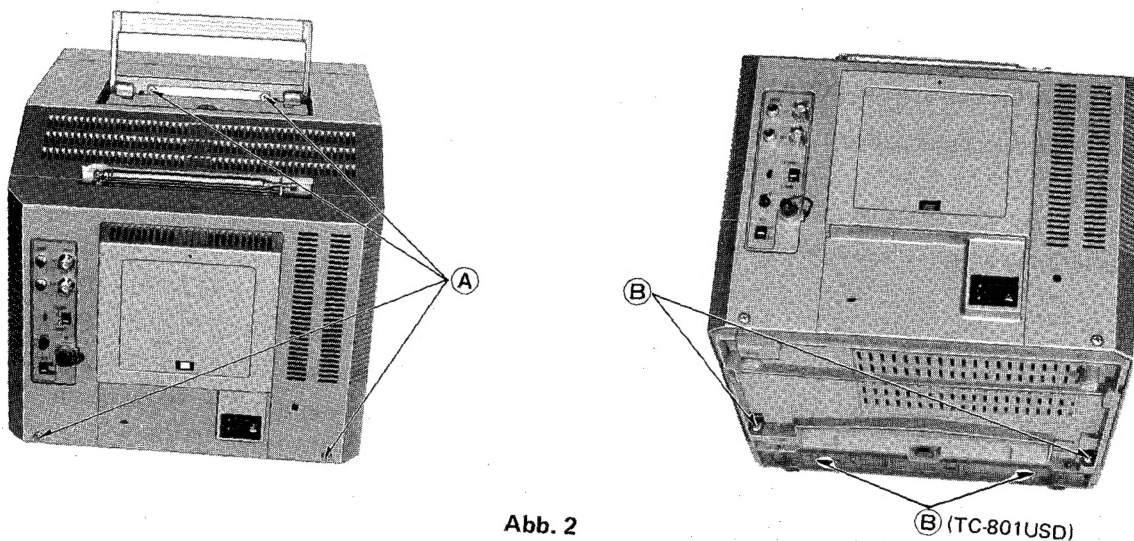

Abb. 2
2. Die 6 Schrauben (A) und (B) in Abb. 2 entfernen.
3. Das Gehäuse zum Entfernen nach oben abheben, wie in Abb. 2 gezeigt.